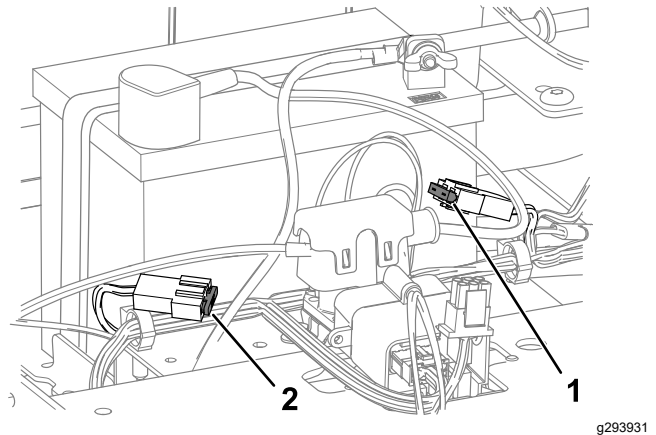

Figura 52
4. Para substituir fusíveis, puxe o fusível para o retirar (Figura 52).